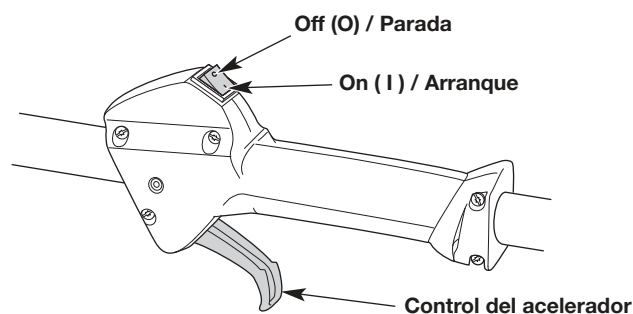
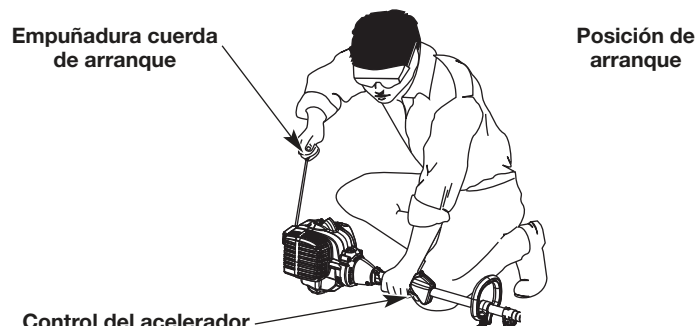

Fig. 8
Fig. 11
ADVERTENCIA: Se debe evitar arrancar accidentalmente la unidad. A fin de evitar que se produzcan lesiones graves, el operador y la unidad deben estar en una posición estable cuando se jala la cuerda de arranque (Fig. 11).
NOTA: No es necesario encender la unidad. El interruptor de encendido/apagado está en la posición ON (I) (encendido) en todo momento (Fig. 8).
5. Agacharse en la posición de arranque (Fig. 11).
6. Apriete el control del acelerador (Fig. 8) y tire de la cuerda de arranque con un movimiento controlado y firme **5 veces** (Fig. 11).
2. Oprima y mantenga apretado el interruptor de encendido/apagado en la posición OFF (O) (apagado) hasta que el motor se pare por completo (Fig. 8).
- NOTA:** No es necesario encender la unidad. El interruptor de encendido/apagado está en la posición ON (I) (encendido) en todo momento (Fig. 8).
7. Apriete y mantenga oprimido el control del acelerador (Fig. 8). Ponga en marcha el accesorio de arranque eléctrico durante 2 segundos.